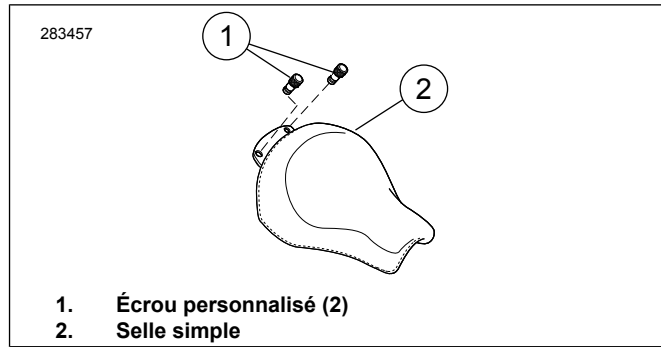

Figure 3. Selle simple
1. Voir la Figure 3. Installez la nouvelle selle simple (2).
2. Installez les écrous personnalisés de la selle (1) sur les goujons.